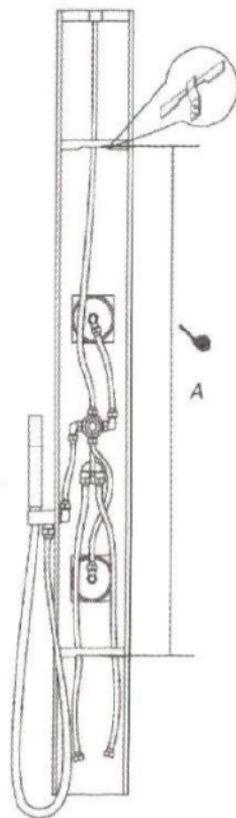

Figura 02
- Faça os furos dos suportes medindo a distância entre os dois suportes na parte de trás da coluna (veja figura 02 e 03) Medida A.